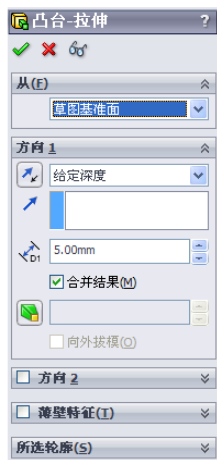
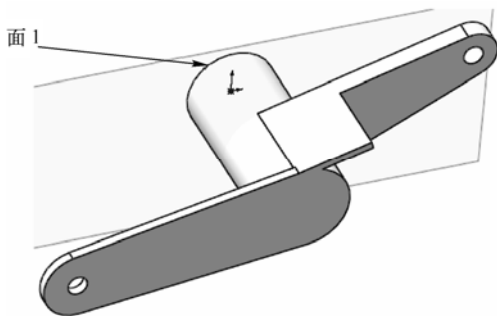
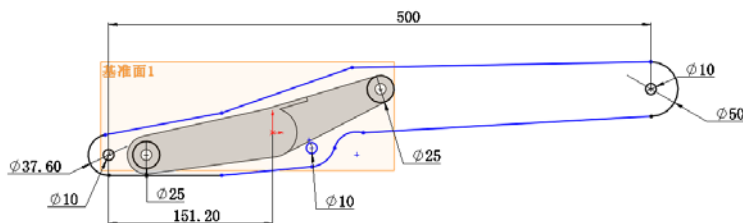

图 13-131 “凸台-拉伸”属性管理器
图 13-132 拉伸实体 4
图 13-133 绘制草图 5
(10) 拉伸实体 4。选择菜单栏中的“插入”→“凸台/基体”→“拉伸”命令，或者单击“特征”工具栏中的 (拉伸凸台/基体) 按钮，此时系统弹出如图 13-131 所示的“凸台-拉伸”属性管理器。设置拉伸终止条件为“给定深度”，输入拉伸距离为“5 mm”，然后单击 (确定) 按钮，结果如图 13-132 所示。
(11) 绘制草图 5。在视图中用鼠标选择如图 13-132 所示的面 1 作为绘制图形的基准面。单击“草图”工具栏中的 (圆) 按钮、 (直线) 按钮和 (剪裁实体) 按钮，绘制如图 13-133 所示的草图并标注。